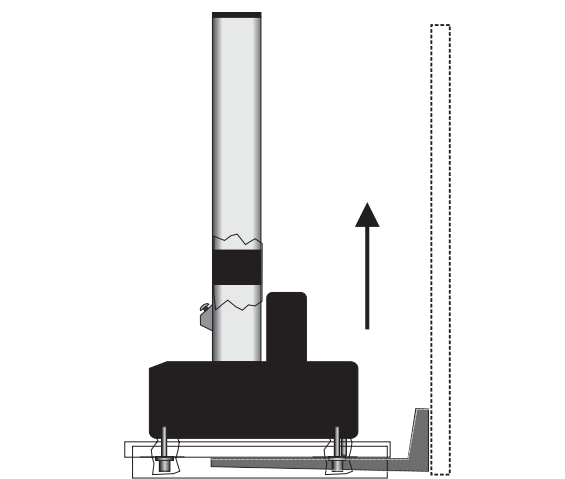

Figure 11. Levage du bâti au moyen de la palette d'expédition
2. Insérez avec précaution la fourche sous la palette d'expédition comme indiqué à la Figure 11 à la page 61.